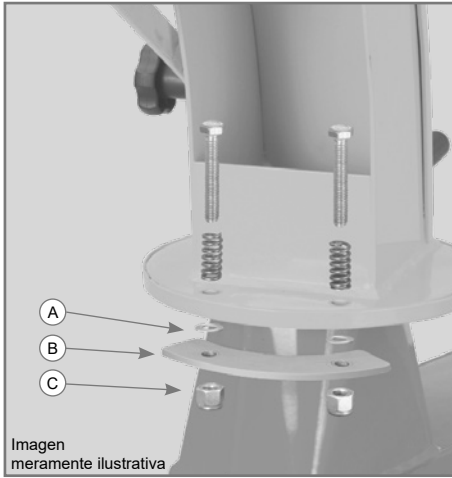

Figura 3
- ✓ Observe la secuencia de montaje de las placas de fijación: la arandela (A) es montada por encima de la placa de fijación (B) y fijada con la tuerca (C), como muestra la Figura 3.